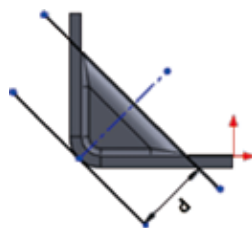

图 5.184 缩进深度
-  缩进深度：文本框：用于使用单一深度尺寸定义对称角撑板轮廓，如图 5.184 所示。